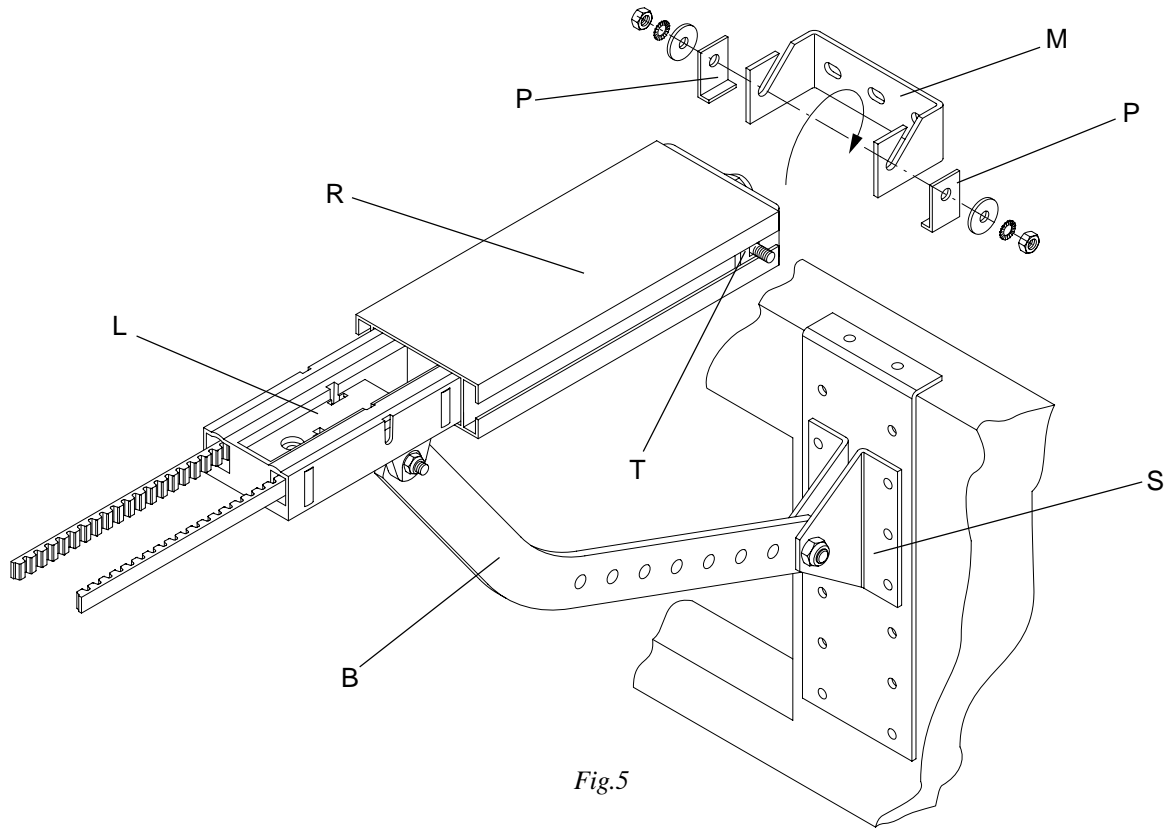

Fig.5
- 4.1 Fix the flask M to the lintel or to the ceiling as closest as possible to the door as per indications given in fig. 5 and 6. Note the position of the safety plates P.
- 4.1 Bügel M am Sturz oder an der Decke, möglichst nah dem Tor, nach den Angaben auf das Bild 5 und 6 befestigen. Beachten Sie die Lage der Sicherheitsplättchen P!
4.1 *Fixer la patte M sur le linteau ou sur le plafond, le plus près possible de la porte selon les indications des fig. 5 et 6. Noter la position des plaques de sécurité P.*
4.1 Fijar la placa M sobre el dintel o sobre el techo lo más cerca posible de la puerta según las indicaciones de las fig. 5 y 6. Comprobar la posición de las plaquitas de seguridad P.